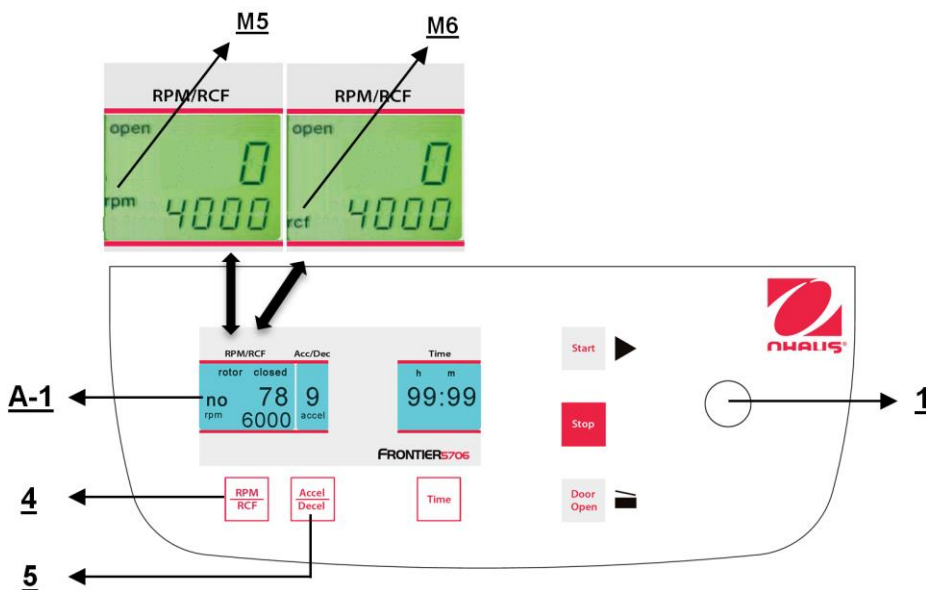

Figura 19
Esta preselección se activa con el botón **"RPM | RCF"** (4) (consulte la Figura 19 enseguida). Al presionar el botón una vez, destella la palabra **"rpm"** (M5). Al presionar el botón dos veces, se puede seleccionar la preselección de las fuerzas centrífugas. Entonces aparece la palabra **"rcf"** (M6). Puede configurar los valores deseados con la perilla de ajuste (1). En la pantalla (A-1) aparece permanentemente el valor regulado, antes, durante y después de la operación.